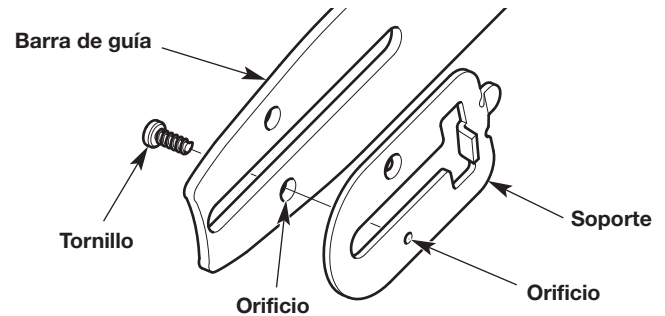

Fig. 32
5. Utilice un pequeño destornillador Phillips para quitar el tornillo que sostiene el soporte en la barra de guía (Fig. 32).
1. Coloque el soporte en la barra de guía (Fig. 32). Se debe alinear el orificio del soporte con el orificio de la barra de guía (Fig. 32). Inserte el tornillo en los orificios alineados (Fig. 32). Ajuste el tornillo con un destornillador Phillips pequeño.